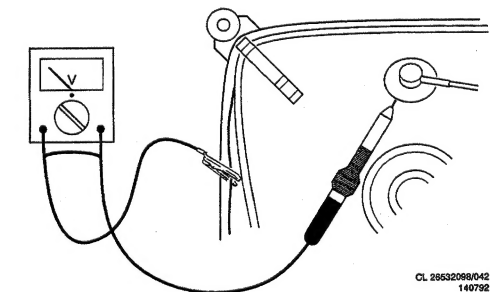

Abb. 3.1
2. Um Beschädigungen von ICs und Transistoren zu vermeiden, müssen Hochspannungsüberschläge verhindert werden. Um eine Beschädigung der Bildröhre zu vermeiden, muß die Bildröhre entsprechend dem in Abb. 3.1 dargestellten Verfahren entladen werden. Benutzen Sie einen Hochspannungstaster und ein universelles Multimeter (Einstellung DC-V). Die Bildröhre muß solange entladen werden, bis das Meßgerät 0 V anzeigt (nach ca. 30 s).